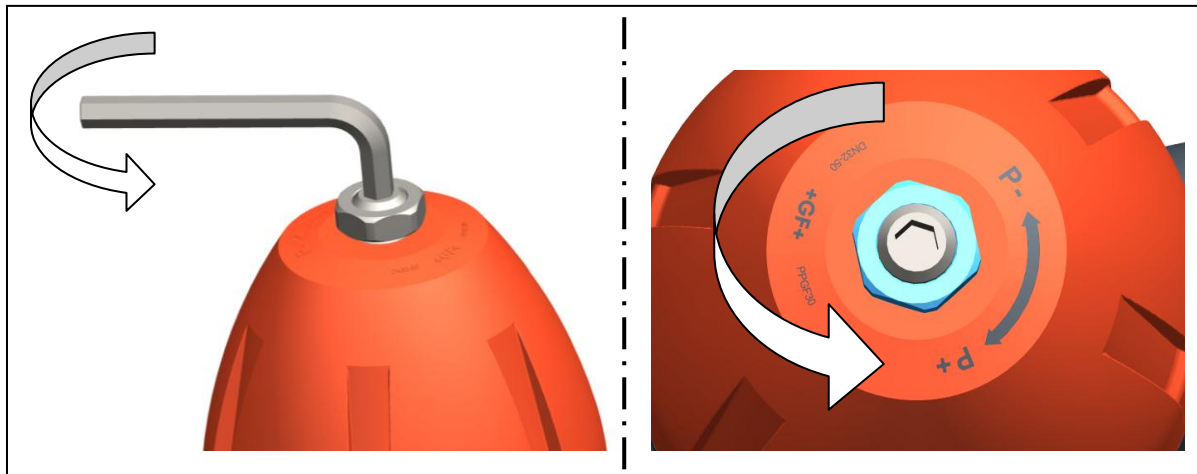

Fig. 5
- Pour abaisser la valeur de consigne : détendre le ressort. Pour ce faire, faire tourner le pivot dans le sens contraire des aiguilles d'une montre, voir Fig. 5